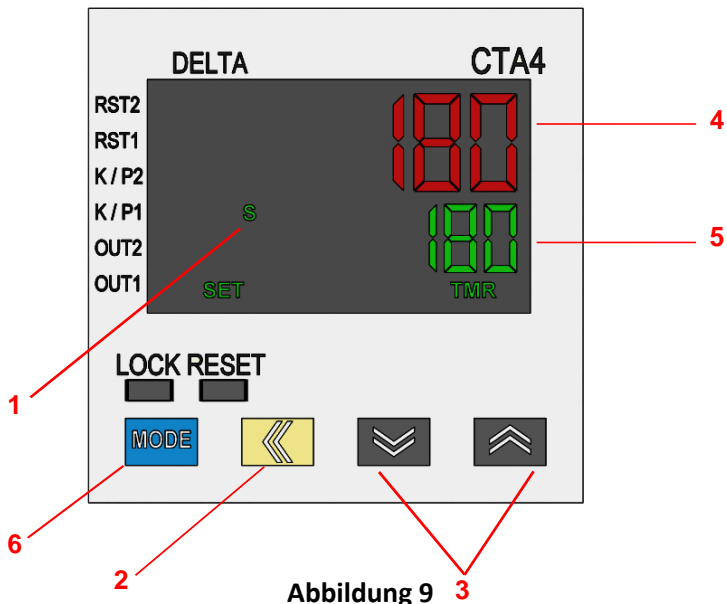

Abbildung 9 3
3. Drücken Sie die gelbe, linke Pfeiltaste (Pos. 2, Abbildung 9), um zum Einstellmodus zu gelangen. Die erste Zahl hin zur rechten Spalte auf der Sollwertanzeige (Pos. 5, Abbildung 9) beginnt zu blinken.
4. Drücken Sie die Pfeiltasten HOCH und RUNTER (Pos. 3, Abbildung 9), um die erste Zahl in der ausgewählten Spalte einzustellen.
7. Sobald die gewünschte Vorgabezeit auf dem Display erscheint, drücken Sie die blaue BETRIEBSART-Taste (Pos. 6, Abbildung 9), um die Zeit einzustellen.